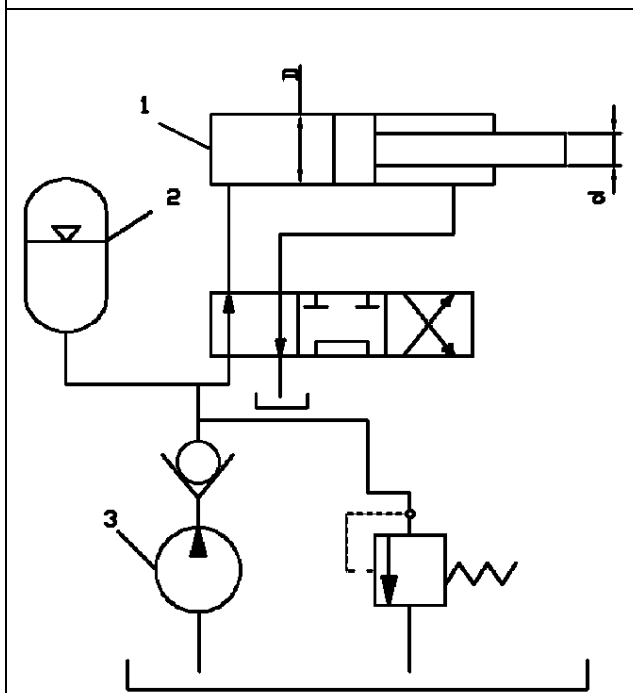

Рисунок 5
5. Когда в пневмоаккумуляторе 2 (рис. 5) газ занимает рабочий объем $V_0 = 18$ дм³, давление масла в нем $p_0 = 20$ МПа. Пренебрегая утечкой и падением давления масла в объемном гидроприводе, определить, какое давление p_n развивает насос 3 в конце зарядки пневмоаккумулятора 2, если его маневровый объем $V_m = 3$ дм³. Принять показатель политропы $n = 1,3$.